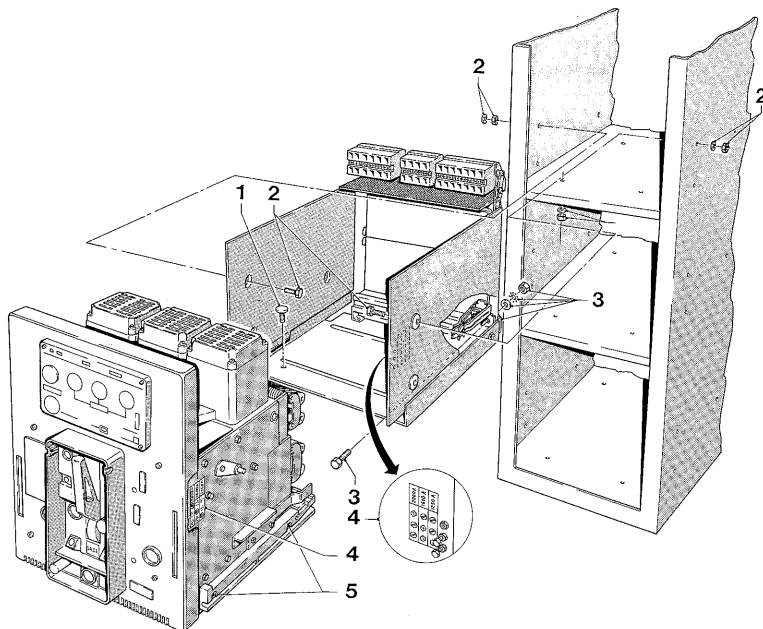

Fig. 11
La struttura fissa deve essere imbullonata al fondo e alle fiancate del cubicolo, mediante le viti (1) e (2) - Fig. 11, spessorando adeguatamente per evitare distorsioni che possano pregiudicare il corretto scorrimento della parte mobile nella parte fissa.
The stationary portion must be bolted to the cell bottom and sides by screws (1) and (2) - Fig. 11, interposing proper spacers to prevent distortions which might affect proper sliding of the moving portion into the stationary one.
- L'introduzione di interruttori di corrente nominale diversa è impedita automaticamente. Vedere la targa esplicativa posta sul fianco destro sia dell'interruttore che della parte fissa (vedi par. 3.4. - Fig. 11 - [4]).
- The racking-in operation of breakers having rated current different from the required one is automatically prevented. See the explanatory tag placed on the right-hand side of either the moving and fixed part (see para. 3.4. - Fig. 11 - [4]).